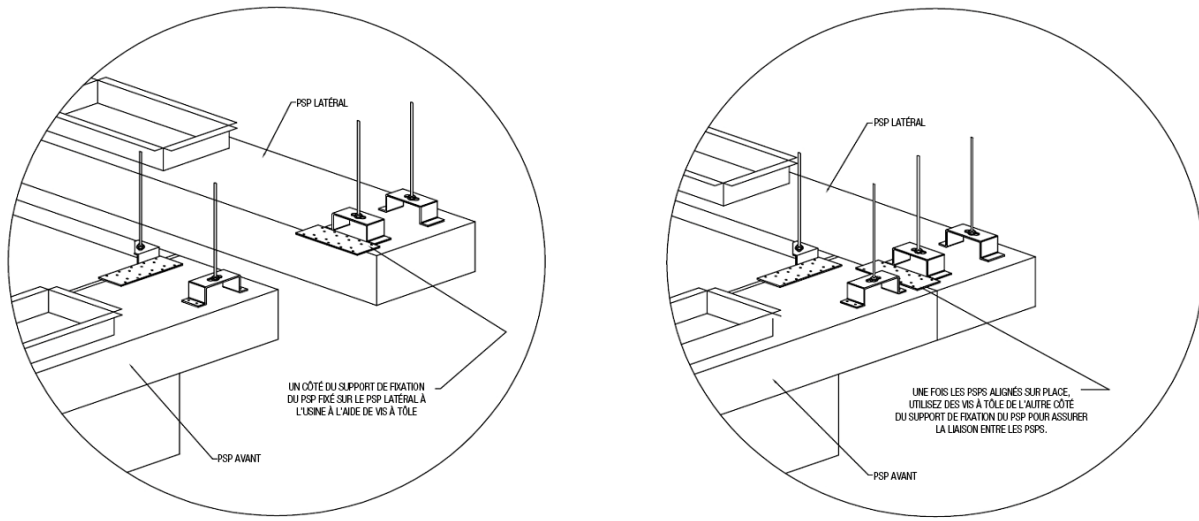

Figure 11
10. Le cas échéant, utilisez des vis à tôle pour fixer le support de montage du PSP au dessus des PSPs latéraux sur le PSP avant. **Voir la figure 11.**